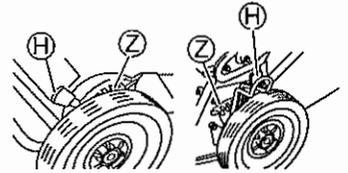

Fig. 22.
2 Couchez le levier de réglage de la hauteur de tonte (H) vers le côté de la roue, afin de le séparer des dentsures (Z). (Voir Figs. 22 et 23.)